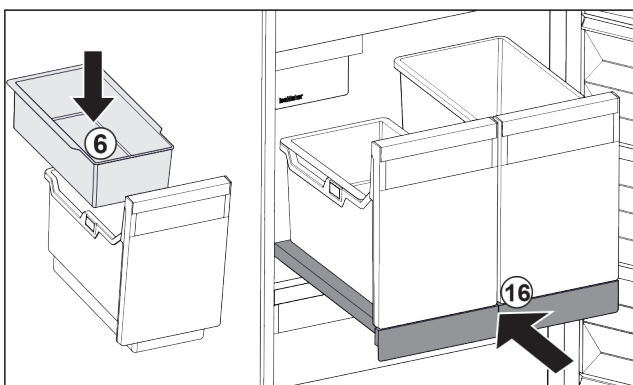

Fig. 48
- ▶ Inhangschaal Fig. 48 (6) voor ijsblokjes aanbrengen.
- ▶ Uitschuifplateau met bak (IceTower) er inschuiven. Fig. 48 (16)